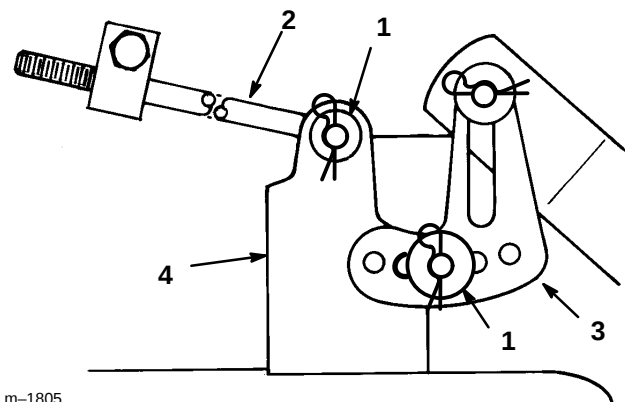

Abbildung 40
10. Haarnadelsplint und Unterlegscheibe vom Ende der langen Stange entfernen (Abb. 40). Die Stange aus dem Mähwerkträger herauschieben.
11. Haarnadelsplint und Unterlegscheibe vom Mähwerkausgleichsbügel entfernen (Abb. 40). Den Bügel vom Montagestift herunterschieben. Unterlegscheibe und Haarnadelsplint zur Lagerung wieder anbringen.